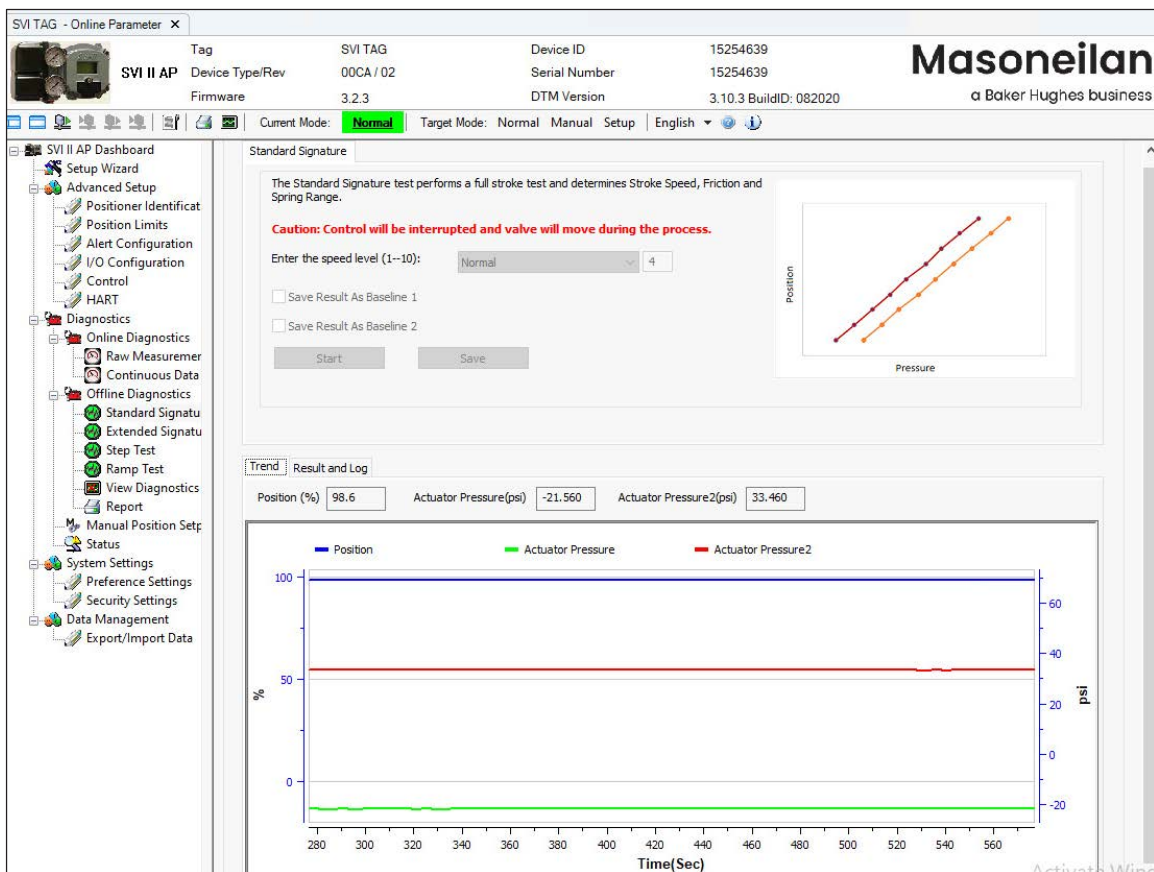

Рисунок 95 - Диагностика: Автономная диагностика: Стандартная сигнатура
2. Перейдите на вкладку Standard Signature (Стандартная сигнатура) и введите уровень скорости (Рис. 95).